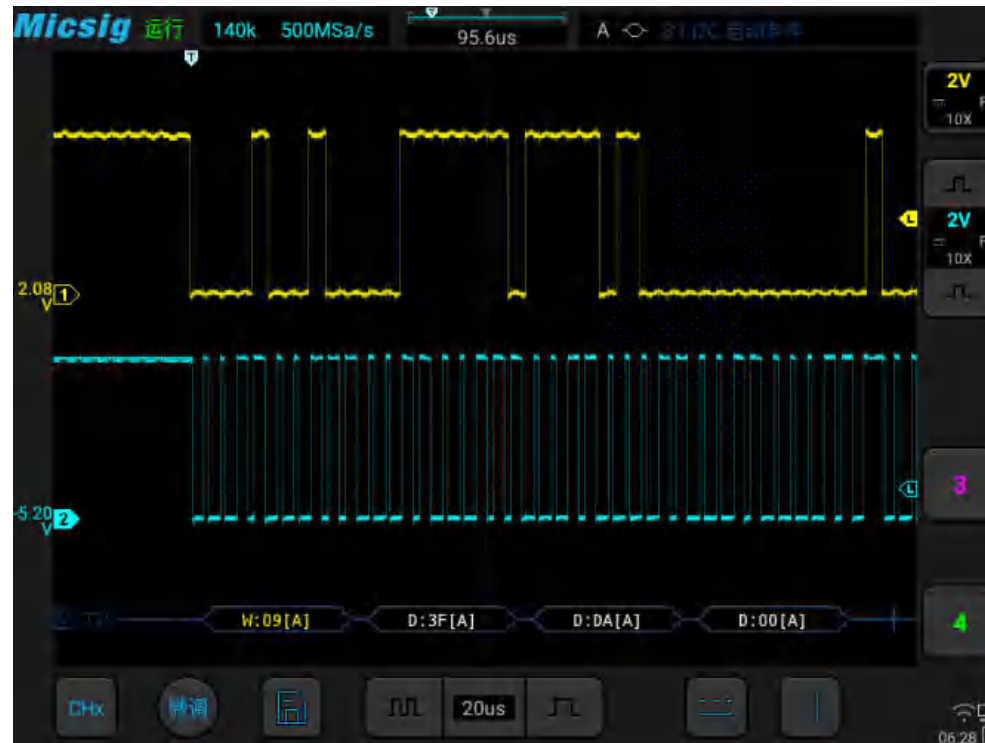

图12-24 I2C 图形界面
- (1) 轻点 S1 打开解码通道, 再次点击 S1 打开总线配置菜单;
- (2) 选择总线类型为“I2C”, 打开总线设置菜单, 点选时钟 SCL 为 Ch2 通道;
- (3) 打开触发方式配置菜单, 在触摸屏上点选 “启动条件”;
- (4) 依据信号幅值设置 2 个通道的阈值电平; I2C 触发图形界面见图 12-24: